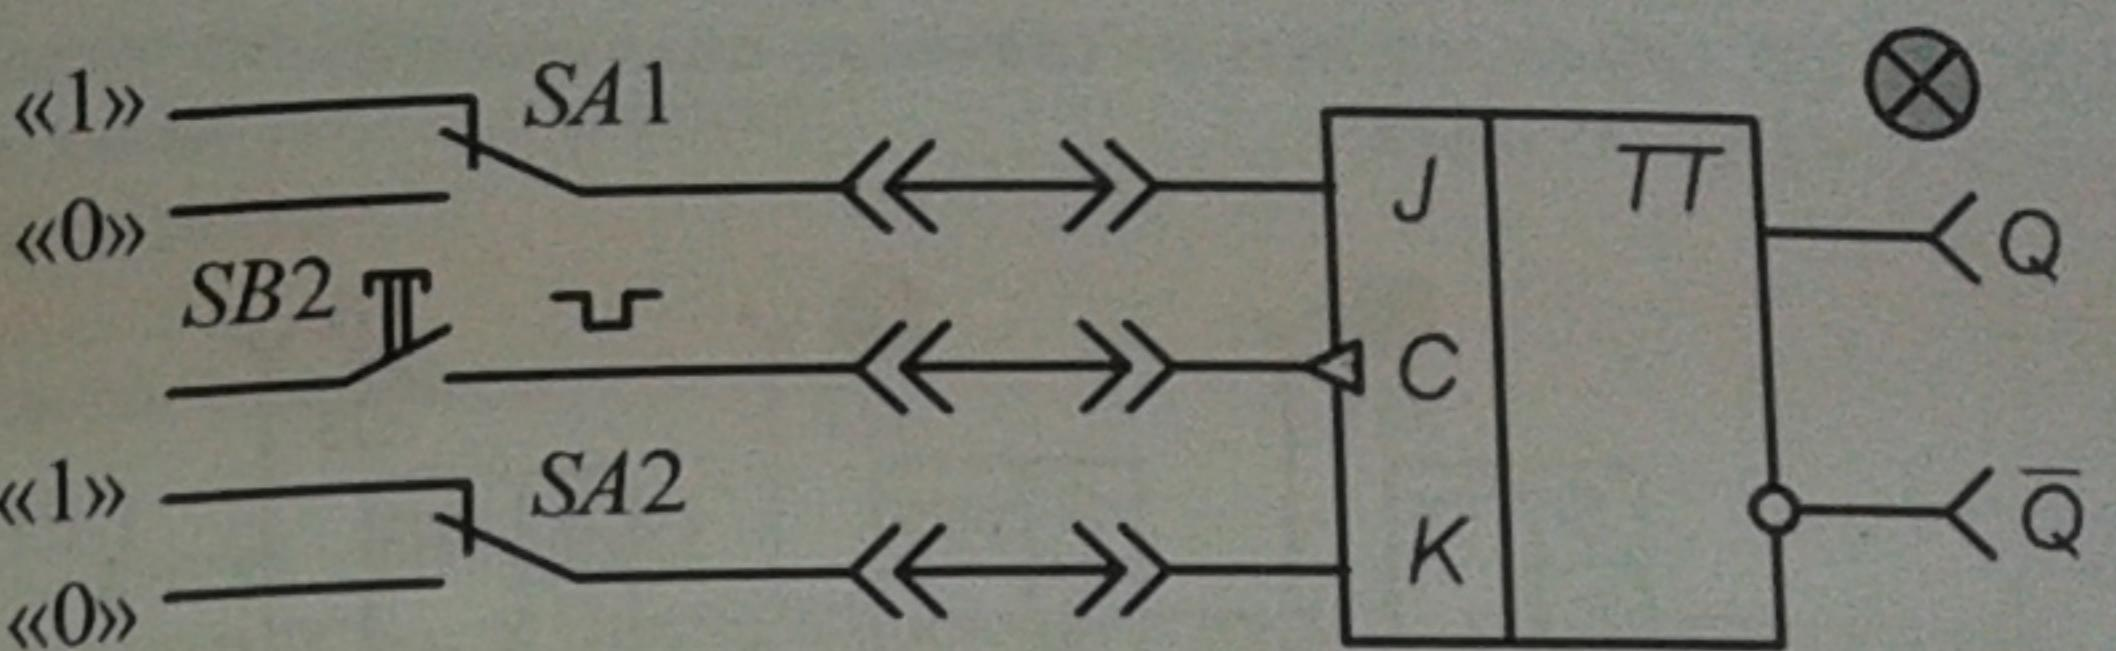

Рис. 3. Схема соединений JK-триггера
- собрать схему JK-триггера в соответствии с рис. 3. Для этого  $J$  и  $K$  входы подключить к выходным гнездам «Логический уровень», а синхронизирующий вход  $C$  – к гнезду ( $\sqcup$ ) генератора «Импульс одиночный». Включить тумблер «Питание»;